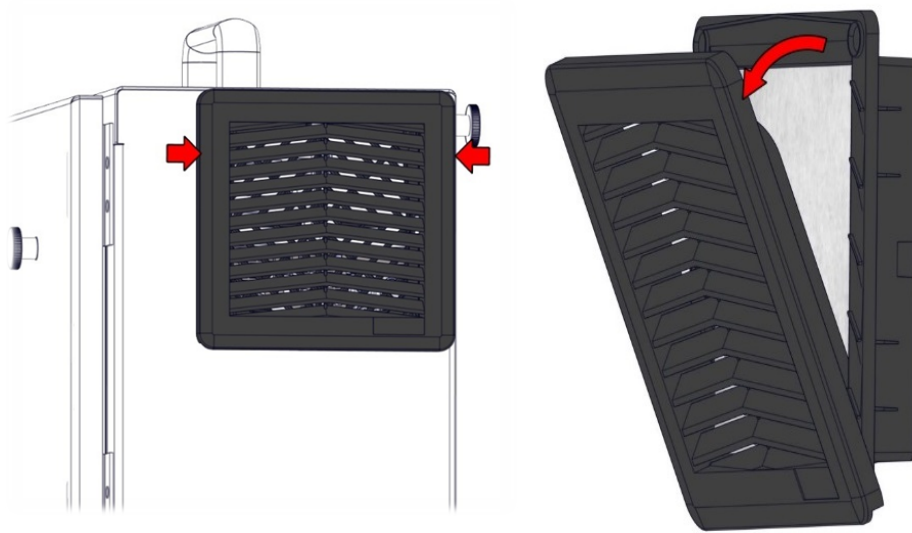

Figure 3.7. Vyměna filtrů ovládací jednotky.
1. Gently remove the outer plastic frame by pulling where the red arrows are, as shown in the images below in figure 3.7. Rám se vyklápí ven.